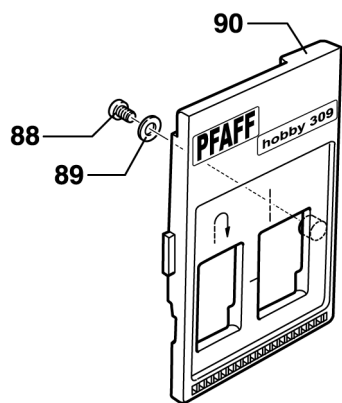

Рис. 29
- Открутить винт 88 с шайбой 89 (рис. 29).
- Снять две стопорные шайбы 91 (рис. 29а).
- Снять пружину 95 (рис. 29а).
- Установить две стопорные шайбы 91 (рис. 29а).
- Установить защитную крышку 90 (рис. 29) и закрепить винтом 88 с шайбой 89.
Рис. 29а
Рис. 29б